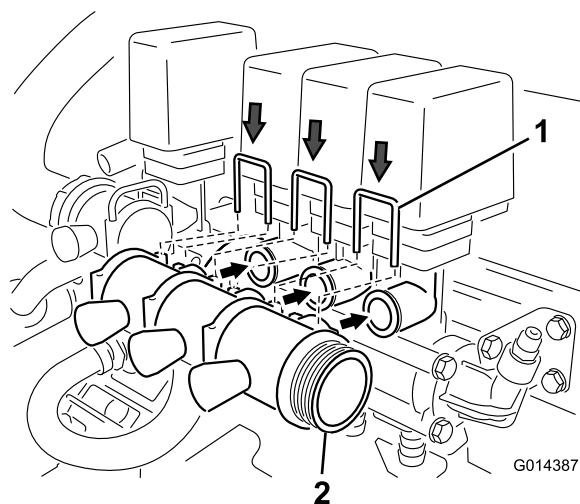

Figura 2
1. Perno ad attacco rapido (3) 2. Tappo (3)
3. Montate il gruppo della valvola di bilanciamento come mostrato in Figura 2, e fissatelo con i 3 perni ad attacco rapido che avevate rimosso al punto 2.